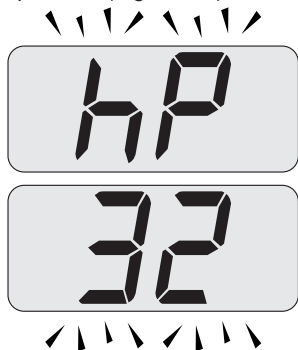

Figura 7.5
- Premere il tasto 16 (Figura 7.2) per entrare in modalità "spazzacamino alla potenza minima in riscaldamento". Sul display appare **hP** alternato alla temperatura dello scambiatore primario (Figura 7.5).